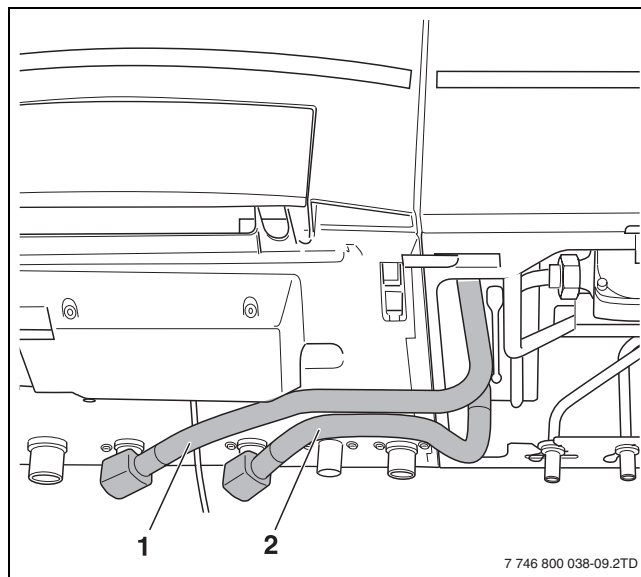

Fig. 21 Monteren boilerleidingen
- pos. 3** vul- en aftapkraan
- pos. 4** expansievat
- Klik de boileraanvoerleiding aan het cv-toestel en de oplaadboiler (→ fig. 21, **pos. 1**).
- Klik de boilerretourleiding aan het cv-toestel en de oplaadboiler (→ fig. 21, **pos. 2**).